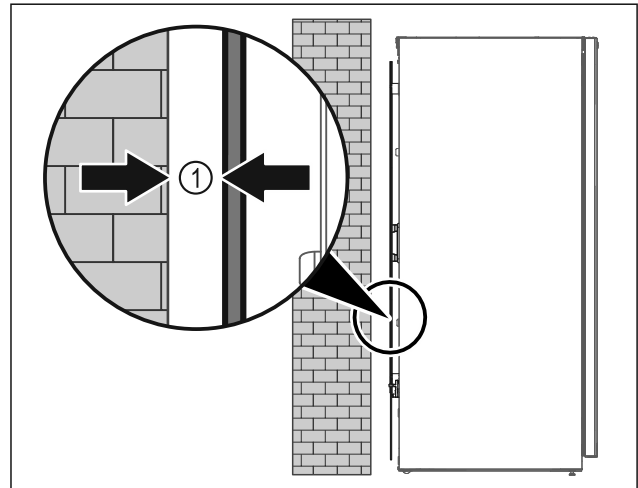

Fig. 37
- ▶ Gerät entweder frei im Raum oder direkt an einer Wand mit einem Mindestabstand von 5 mm Fig. 37 (1) aufstellen.